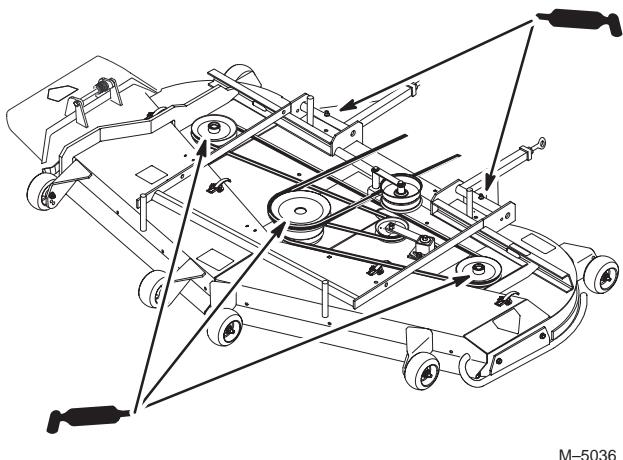

Figure 47
2. Lubrifiez les graisseurs des roulements des trois axes jusqu'à ce que la graisse sorte par les joints inférieurs (Fig. 47).
3. Lubrifiez les graisseurs des bras de poussée (Fig. 47).